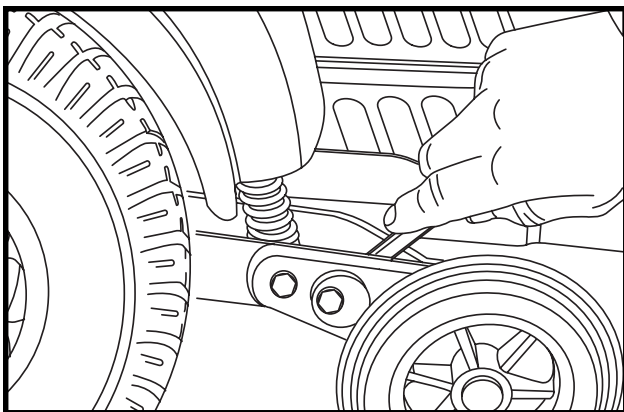

Abb. 22. Stützradhalter (loser Nocken)
1. Setzen Sie einen Schraubenschlüssel auf die innere Sicherungsmutter des Stützradhalters, die sich gleich hinter dem Stoßdämpfer befindet. Siehe Abb. 22.